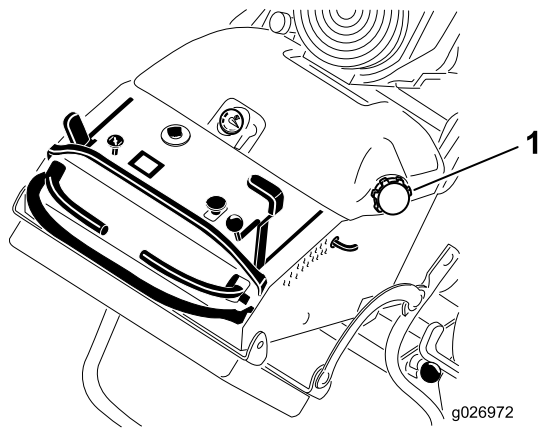

Figura 51
6. Usando la bomba tipo sifón, vacíe el combustible en un recipiente de combustible limpio (Figura 51).